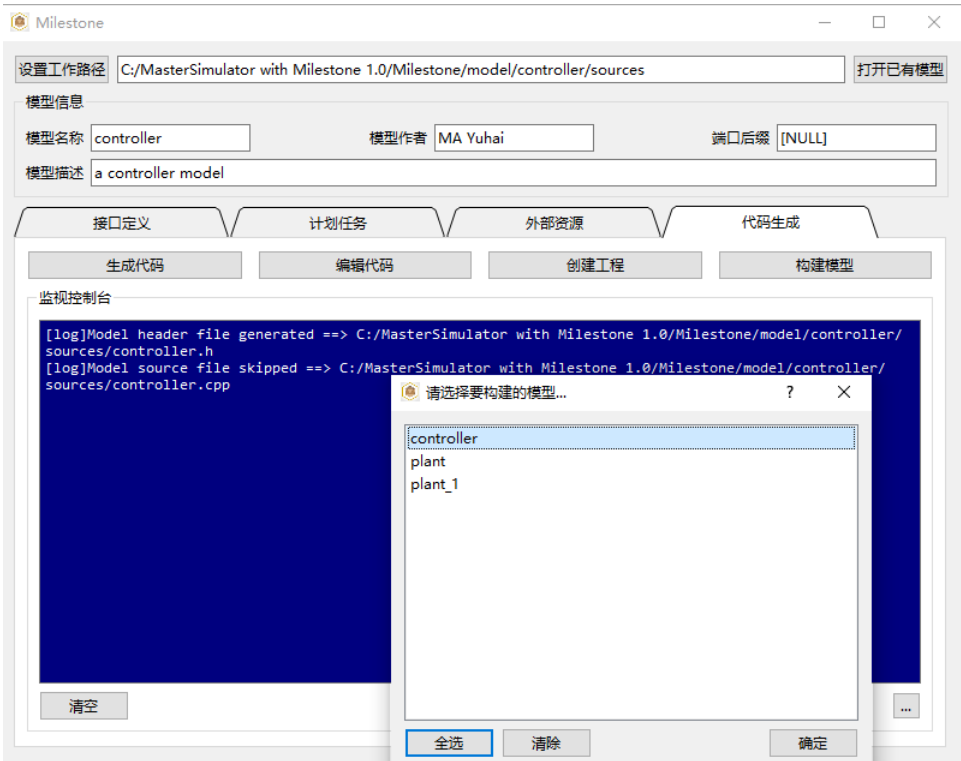

图 4.10: 选择要构建的模型
- 点击“创建工程”，弹出模型选择对话框，在列表中选择需要构建的模型，如 图 4.10。确定后开始创建工程。